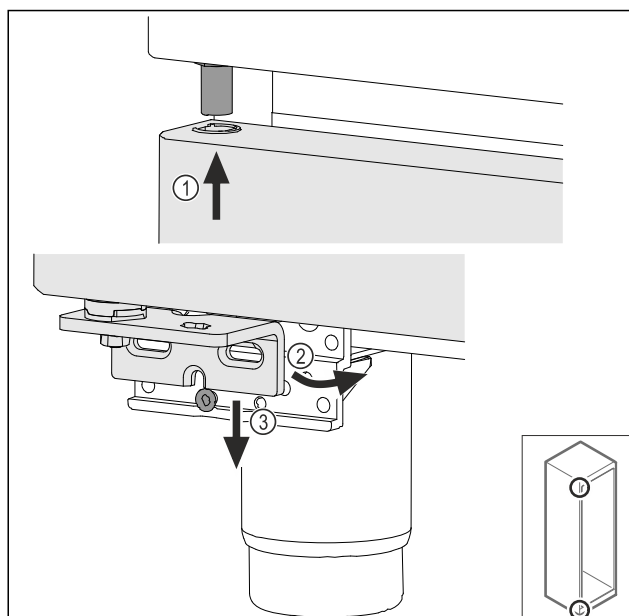

Fig. 69
- Inserire la porta leggermente inclinata in alto Fig. 69 (1), addezzare la porta Fig. 69 (2) e posizionarla in basso sulla vite del blocco di supporto Fig. 69 (3).